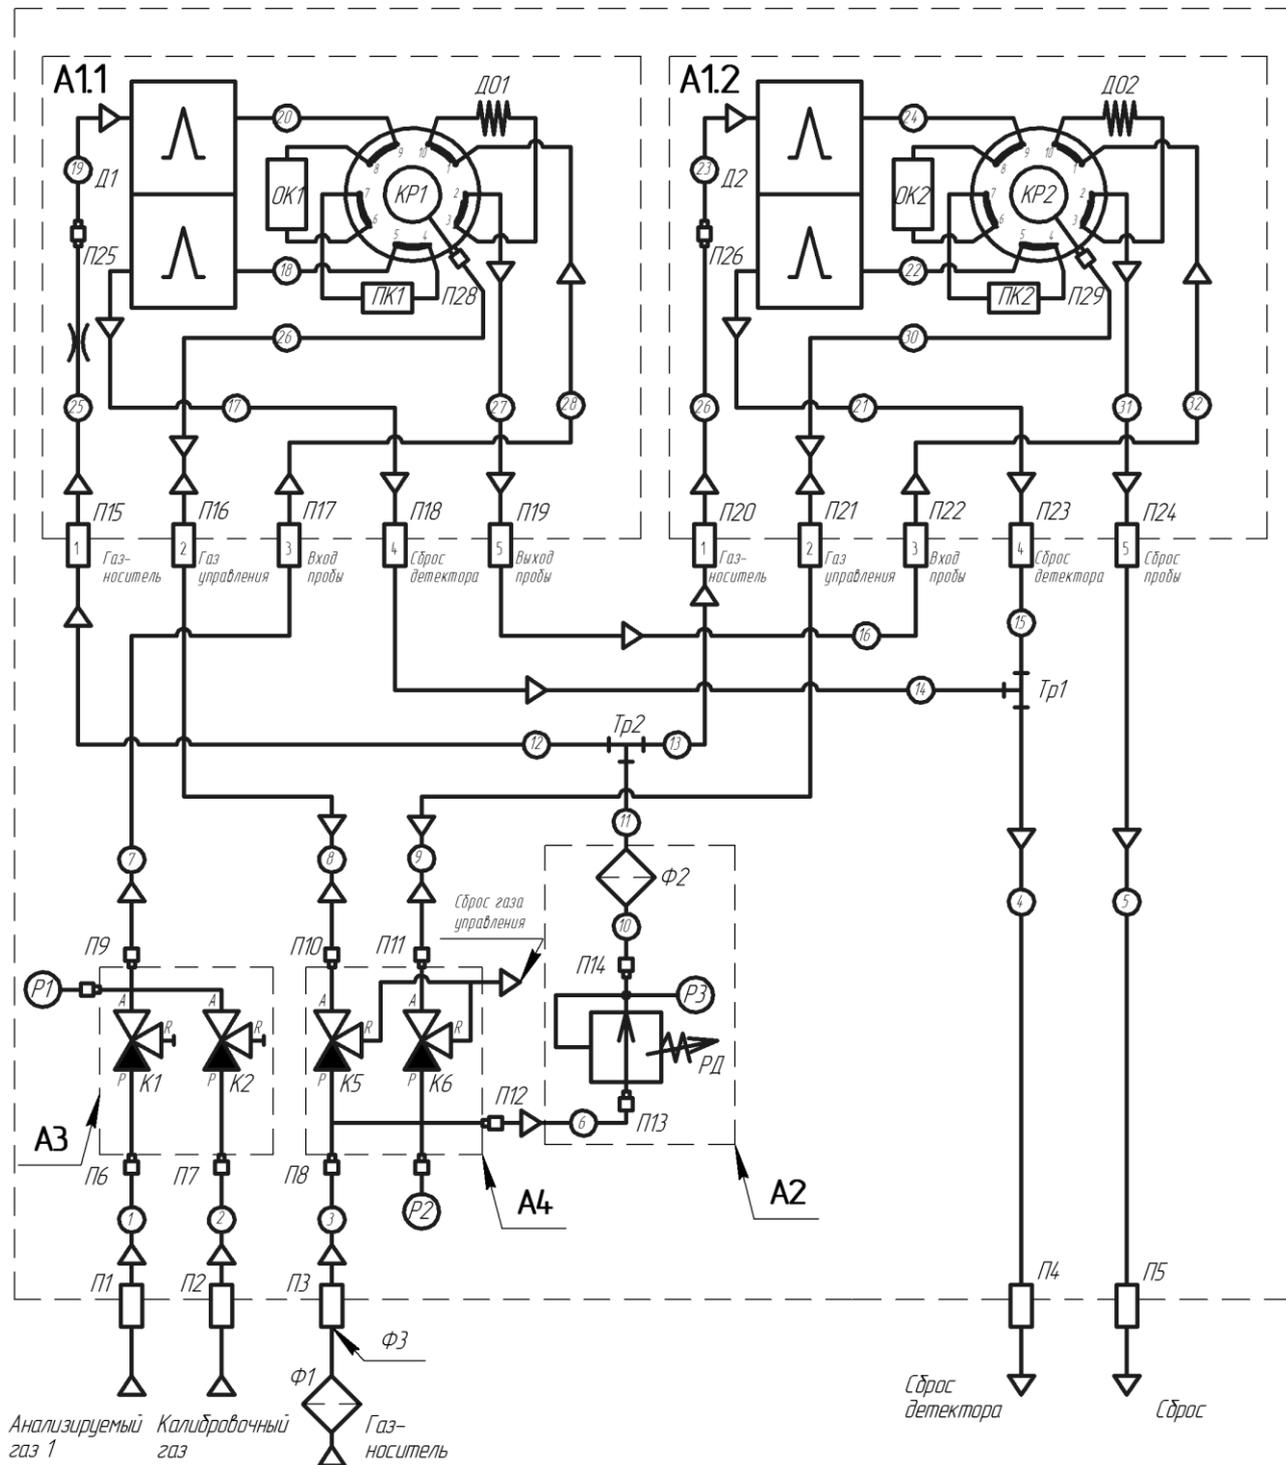

Рисунок 11. Газовая схема хроматографа МАГ с двумя ДТГ
- **Фильтр-осушитель газа-носителя**, устанавливаемый снаружи взрывозащищенной оболочки хроматографа (**Ф1**, см. газовую схему хроматографа на Рисунок 11). Предназначен для удаления следов влаги из газа-носителя перед его подачей в хроматограф.
- **А2. Блок регулировки давления газа-носителя** включает в себя регулятор давления (**РД**), предназначенный для поддержания постоянного давления газа-носителя на входе в аналитические каналы (и расхода на выходе из них). В состав данного блока также входит датчик давления газа-носителя **РЗ** (после регулятора давления) и дополнительный фильтр-осушитель газа-носителя **Ф2** (см. газовую схему хроматографа на Рисунок 11).
- **А3. Селектор потоков** представляет собой манифолд с электромагнитными клапанами, предназначенными для автоматического управления газовыми потоками. Клапаны **К1** и **К2** предназначены для подачи анализируемого и градуировочного газа в аналитические каналы. Опционально количество клапанов для подачи пробы может быть увеличено до 6, что позволит, например, проводить на одном хроматографе поочередный анализ 5 потоков газа и градуировку по одному баллону с ПГС. Селектор потоков может также комплектоваться датчиком давления анализируемого газа **Р1** (см. газовую схему хроматографа на Рисунок 11).
В верхней части катушки располагается мембранный пневмоуправляемый кран-дозатор (**КР1** или **КР2**, см. Рисунок 11), предназначенный для ввода пробы заданного объема в хроматографические колонки и переключения колоночной системы в положение обратной отдувки, при которой часть компонентов пробы выдувается из предколоки в виде неразделенного пика на детектор. Данный прием используется для определения суммарного содержания компонентов, имеющих большие времена удерживания, например, углеводородов  $C_{6+}$ . Кран-дозатор включают в себя дозирующую петлю объемом 5-1000 мкл.
Пример газовой схемы хроматографа МАГ в конфигурации с двумя аналитическими каналами с детекторами ДТП, в исполнении на 2 анализируемых потока (включая градуировочный газ) представлен на Рисунок 11. Актуальная газовая схема для конкретного исполнения хроматографа приведена в Приложении.
На Рисунок 11 приведена газовая схема хроматографа в режиме ожидания, когда все электромагнитные клапаны **К1**, **К2**, **К5**, **К6** находятся в выключенном состоянии, в котором
Через определенное, подобранное для данной колоночной системы, время происходит выключение клапанов **K5** и **K6**, газ управления сбрасывается в атмосферу, и краны **KP1** и **KP2** возвращаются в исходное положение, показанное на Рисунок 11. При этом компоненты пробы, не успевшие пройти через предколонки **ПК1** и **ПК2**, выдуваются газом-носителем в обратную сторону и в виде суммарных пиков попадают на измерительные ячейки детекторов **Д1** и **Д2**.